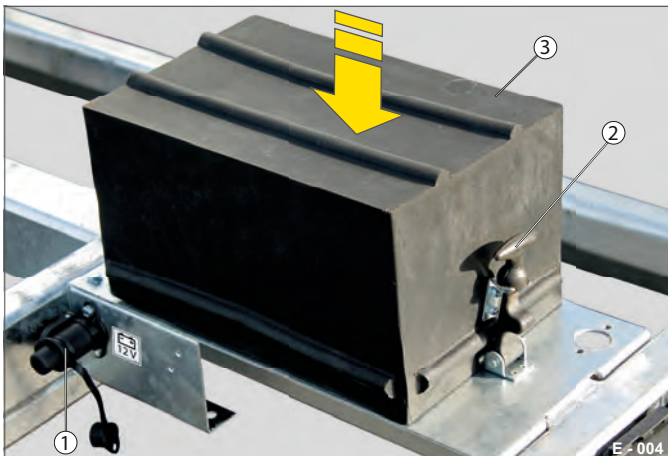

Abb. 4 Batterie abgedeckt / gesichert
- ▶ Decken Sie die Batterie mit der Abdeckung (Abb. 4/3) ab.